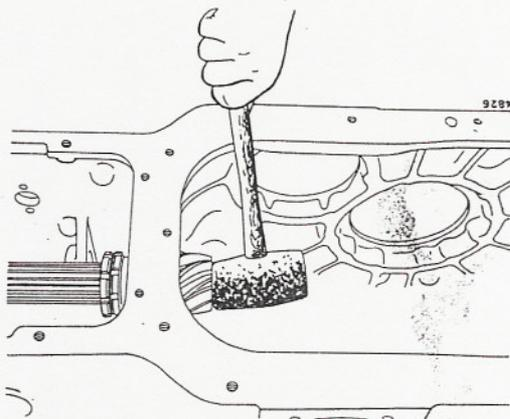

Figure 321
5. Il faut ensuite asseoir les roulements par de légers coups de marteau, par l'intermédiaire d'un jet en cuivre (ou de maillet, fig.321) appliqués à chaque extrémité de l'arbre. Resserrez l'écrou (8).